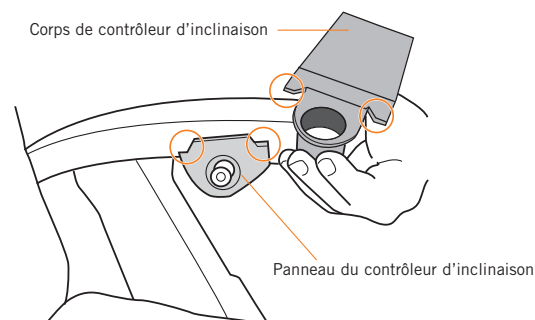

Fig.1
2. **PC-610:** Veuillez prendre note de la forme du haut du panneau de commande d'inclinaison et de la forme correspondante du boîtier de contrôleur d'inclinaison (Fig.1).